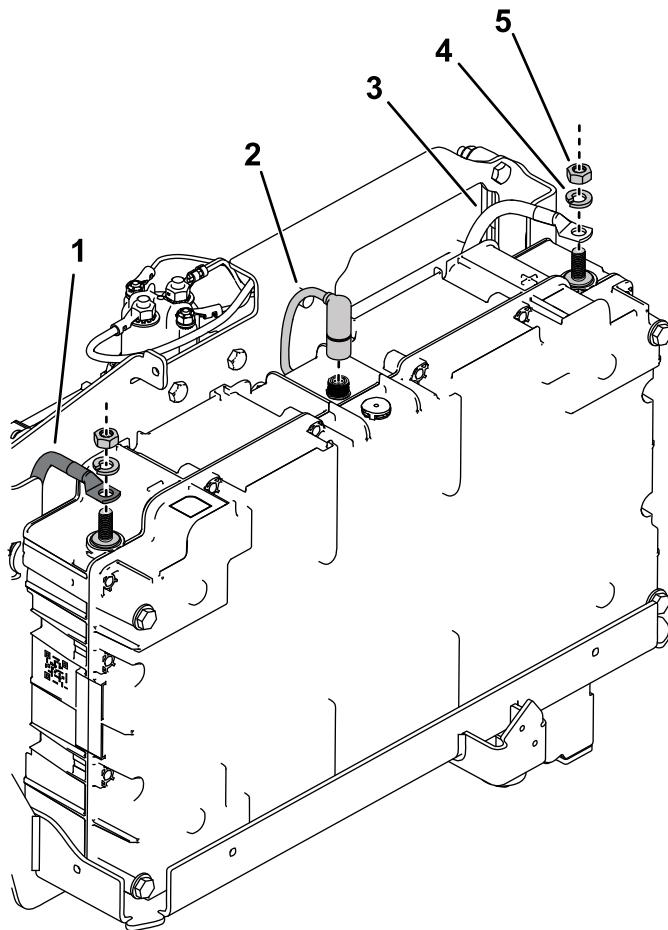

Figura 9
4. Ligue o cabo do controlador ao conector na parte superior da bateria (Figura 9).
anilha de segurança e porca sextavada como se mostra na Figura 9; aperte a porca sextavada com 9 N·m.
6. Ligue o cabo negativo (preto) ao terminal negativo (-) da bateria e prenda-o com uma anilha de segurança e porca sextavada como se mostra na Figura 9; aperte a porca sextavada com 9 N·m.